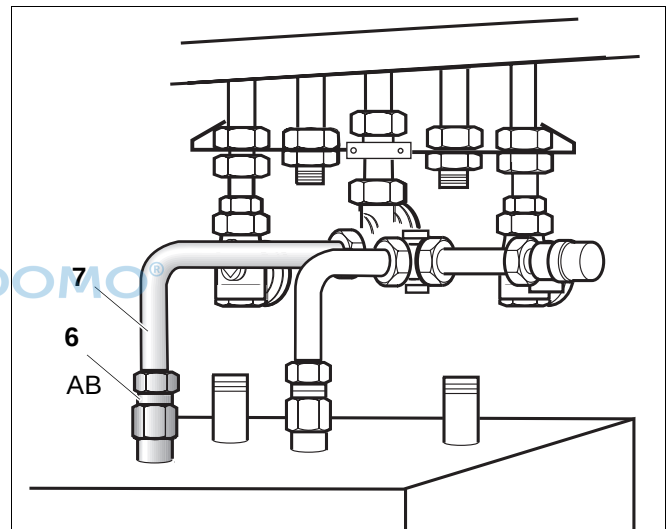

Abb. 20 Warmwasser-Anschlussrohr
- Verlängerung G $\frac{3}{4}$ (Abb. 20, Pos. 6) am Speicheranschluss (AB) mit Hanf eindichten.
- Langen Wellschlauch (Abb. 20, Pos. 7) mit Dichtung (Abb. 1, Pos. 2) an den reduzier Doppelnippel und Verlängerung (Abb. 20, Pos. 6) an Speicher (AB) verbinden.